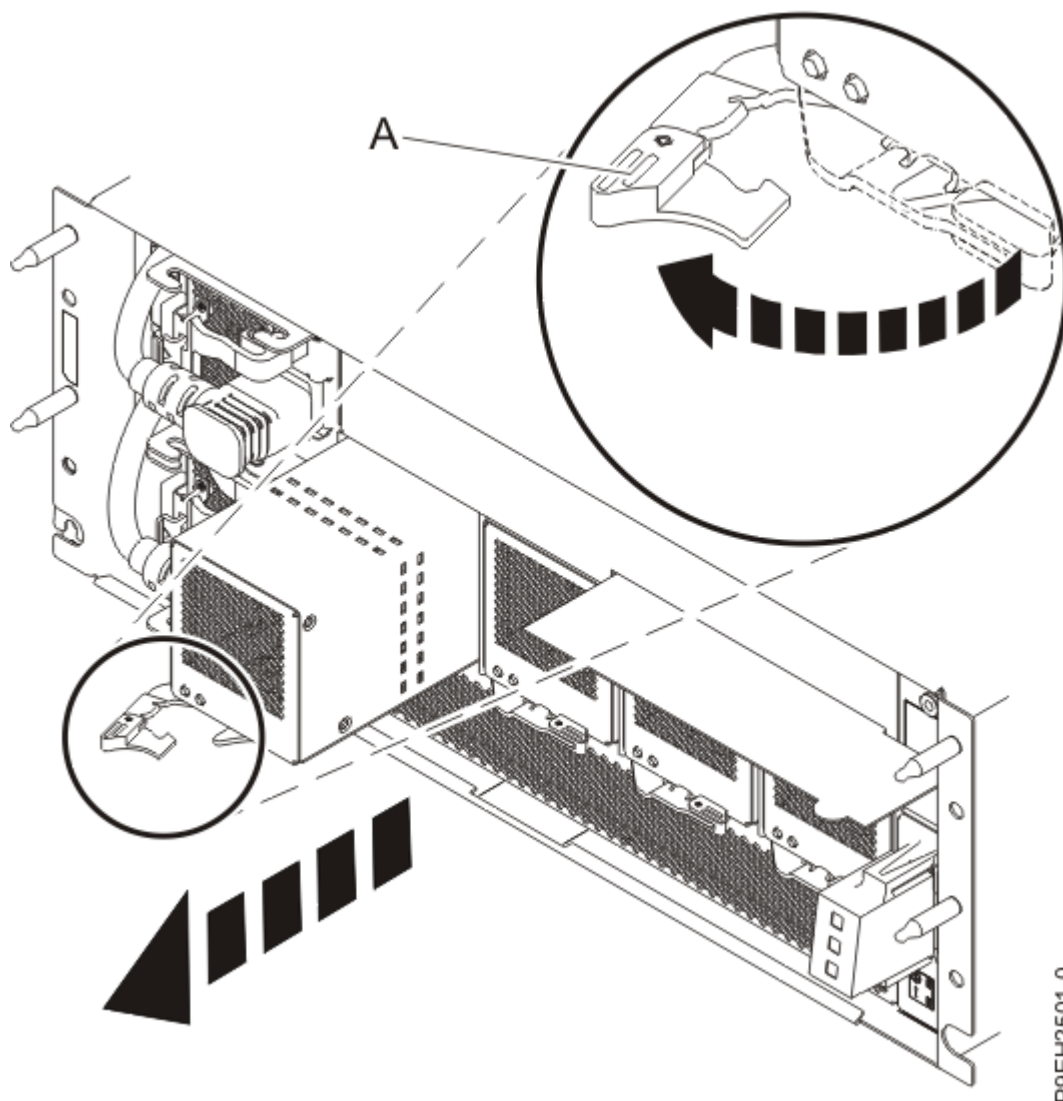

Figure 4. Retrait d'un ventilateur du tiroir d'extension EMX0 PCIe3
2. Tournez la poignée du ventilateur **(A)** dans le sens illustré dans la Figure 4, à la page 5 afin de dégager le ventilateur de son emplacement.
3. Tenez fermement la poignée du ventilateur ((A)) et tout en soutenant le bas du ventilateur à l'aide de votre main, dégagez le ventilateur de son emplacement. Voir la Figure 4, à la page 5.